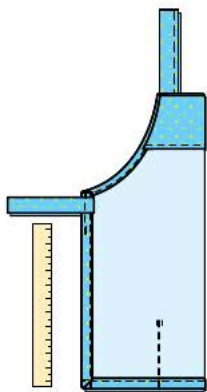

Рис. 6.57. Контроль качества готового изделия
6. **Проверьте качество** соединения деталей фартука и обработки нижнего и боковых срезов нижней части фартука по следующим критериям: детали пояса в готовом виде одинаковой длины; детали пояса притачаны на одном уровне (это проверяют с помощью длинной линейки); расстояние между строчками настрачивания кармана одинаковое по всей высоте кармана; равномерность подгиба нижней и боковых сторон фартука одинакова по всему периметру нижней части фартука (рис. 6.57); машинные строчки ровные и проложены точно на расстоянии 1—2 мм от сгибов; в углах припуски не должны находить друг на друга, а зазор не более 2 мм.